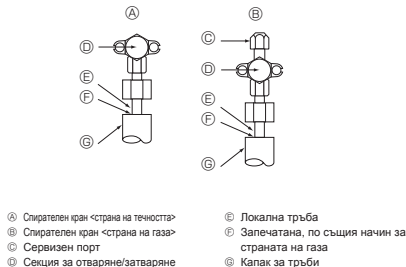

Fig. 5-4
5.4. Метод за тестване на херметизацията на тръбите за хладилен агент (Fig. 5-4)
- Уверете се, че спирателните кранове ② и ③ са затворени и не ги отваряйте.
- Добавете налягане в линията за хладилен агент през сервизния порт ④ на спирателния кран за газ ②.
- Ако налягането спадне в стъпка (2) или (3), има теч на газ. Потърсете източника на изтичане на газ.